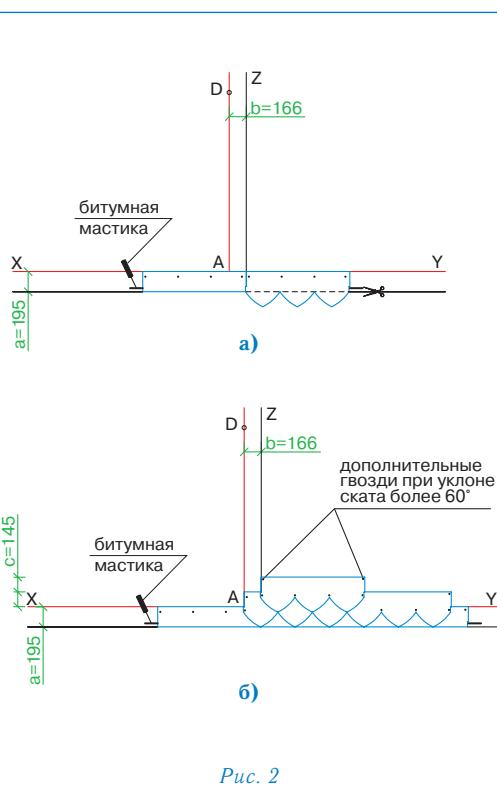

Рис. 2
Укладка материала (рис. 2)
- Начальный ряд формируется из листов черепицы ВЕРСАЛЬ с обрезанными лепестками. Полученные таким образом полосы шириной 19,5 см укладываются по линии карниза в обе стороны от линии Z (рис. 2а) и фиксируются по нижнему краю битумной мастики, а по верхней кромке 4 гвоздями (ось гвоздей на 5 см ниже верхнего края полосы);
- далее первый ряд черепицы укладывается от линии AD (рис. 2б);
- второй ряд укладывается от линии Z (со смещением 16,6 см от AD) (рис. 2б);
Каждый лист гибкой черепицы ВЕРСАЛЬ крепится 4 гвоздями таким образом, чтобы гвоздь прошивал и верхний край низлежащего листа черепицы (рис. 2б).